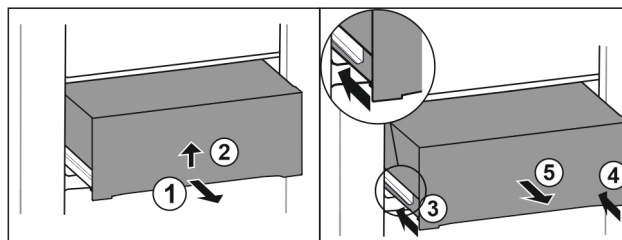

Fig. 35
- ▶ Extraiga el cajón hasta la mitad. Fig. 35 (1)
- ▶ Levante el cajón por la parte de abajo Fig. 35 (2).
- ▶ Retraiga la guía izquierda. Fig. 35 (3)
- ▶ Retraiga la guía derecha. Fig. 35 (4)
- ▶ Extraiga el cajón hacia delante. Fig. 35 (5)